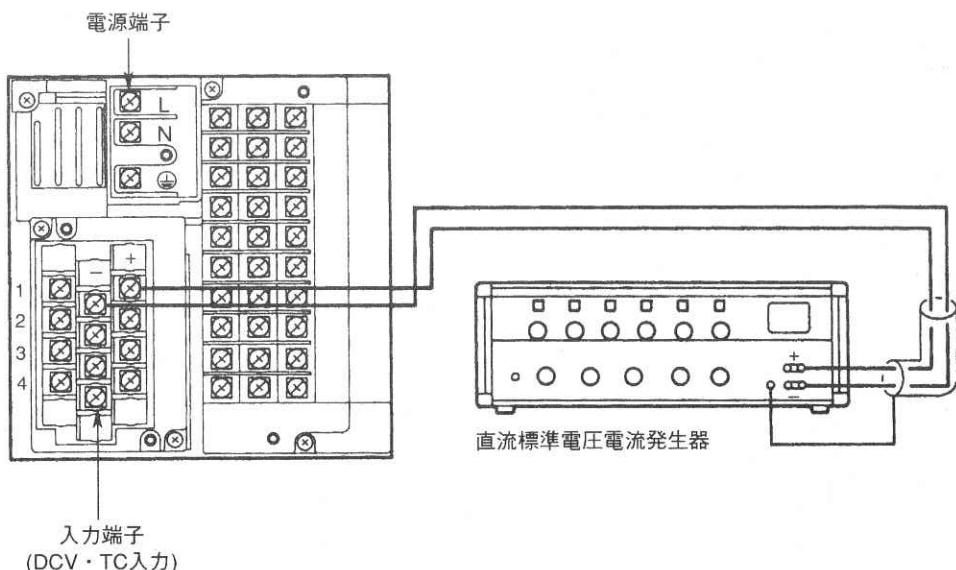

図11.4
- (1) 図11.4～図11.6のように配線し、各機器を十分ウォームアップします